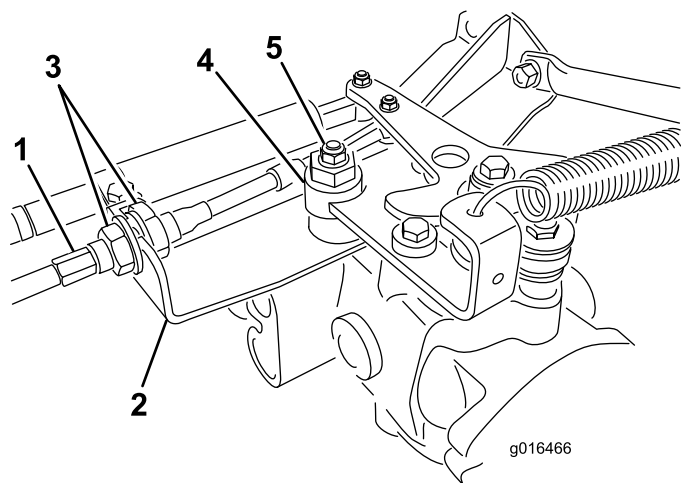

図 41
- A. 走行ケーブルを油圧トランスミッションのバルクヘッドに取り付けているジャムナット図 41 を両方ともゆるめる。調整ができるよう、ジャムナットは十分に、また均等にゆるめること。
**注** 偏芯ナットをトランスミッション上部に止めているナット図 41 をゆるめる。
- 調整ができれば固定ナットを締める図 41。
- バルクヘッドのそれぞれの側から、ロックナットを均等に締め付けて、ケーブルを固定する図 41。ケーブルをねじらないように注意すること。